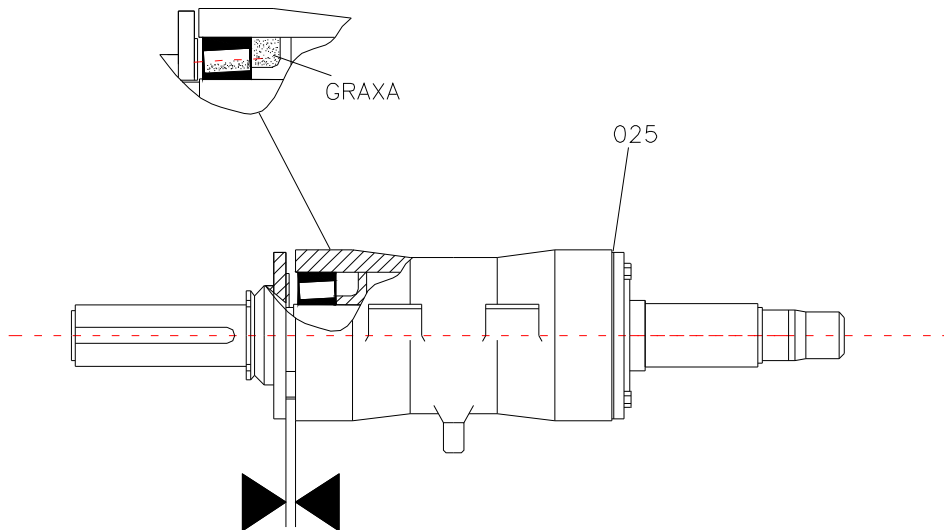

Fig 3
- 2- Aplique esta graxa com a mão ao rolamento para encher o espaço entre o cone e os roletes. Espalhe o resto da graxa entre o rolamento e o retentor de graxa. (vide fig. 3)
- 6- Coloque a tampa no mancal (024) na caixa e insira os parafusos na tampa do mancal (027).